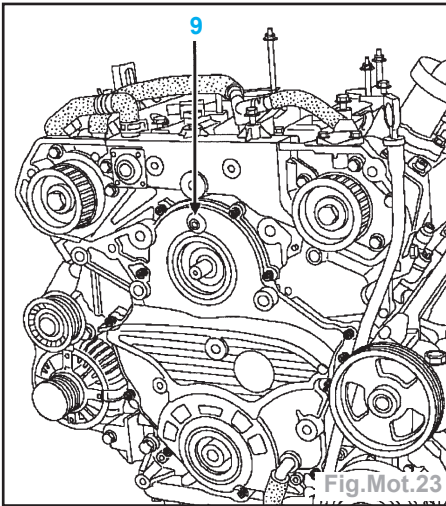
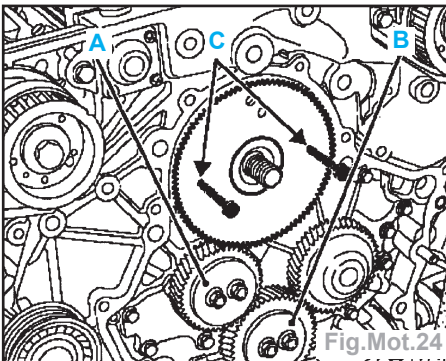

Fig.Mot.23
Fig.Mot.24
- la poulie de vilebrequin (6),
- le tuyau de recyclage des vapeurs d'huile (7),
- le connecteur du capteur vilebrequin (8),
- Déposer (Fig.Mot.23) :
- le bouchon situé en (9),
- Déposer (Fig.Mot.24) :
- les pignons (A) et (B) de la cascade,
- le pignon de rattrapage de jeu en visant deux vis M6 x 100 x 50 en (C) pour l'extraire.
- Déposer la vis de fabrication locale par l'orifice (9) (Fig.Mot.23).